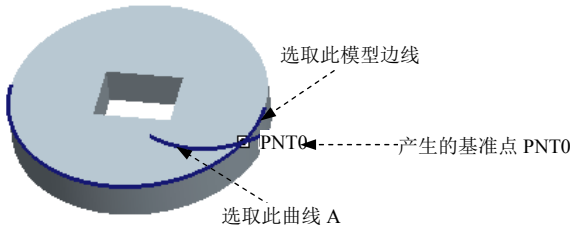

图 8.1.13 曲线与曲线相交
如图 8.1.13 所示，现需要在模型表面上的曲线 A 和模型边线的相交处创建一个基准点，操作步骤如下：
- Step3. 选取参考。如图 8.1.13 所示，选取曲线 A；按住 Ctrl 键，选取模型边线，系统立即在其相交处创建一个基准点 PNT0。